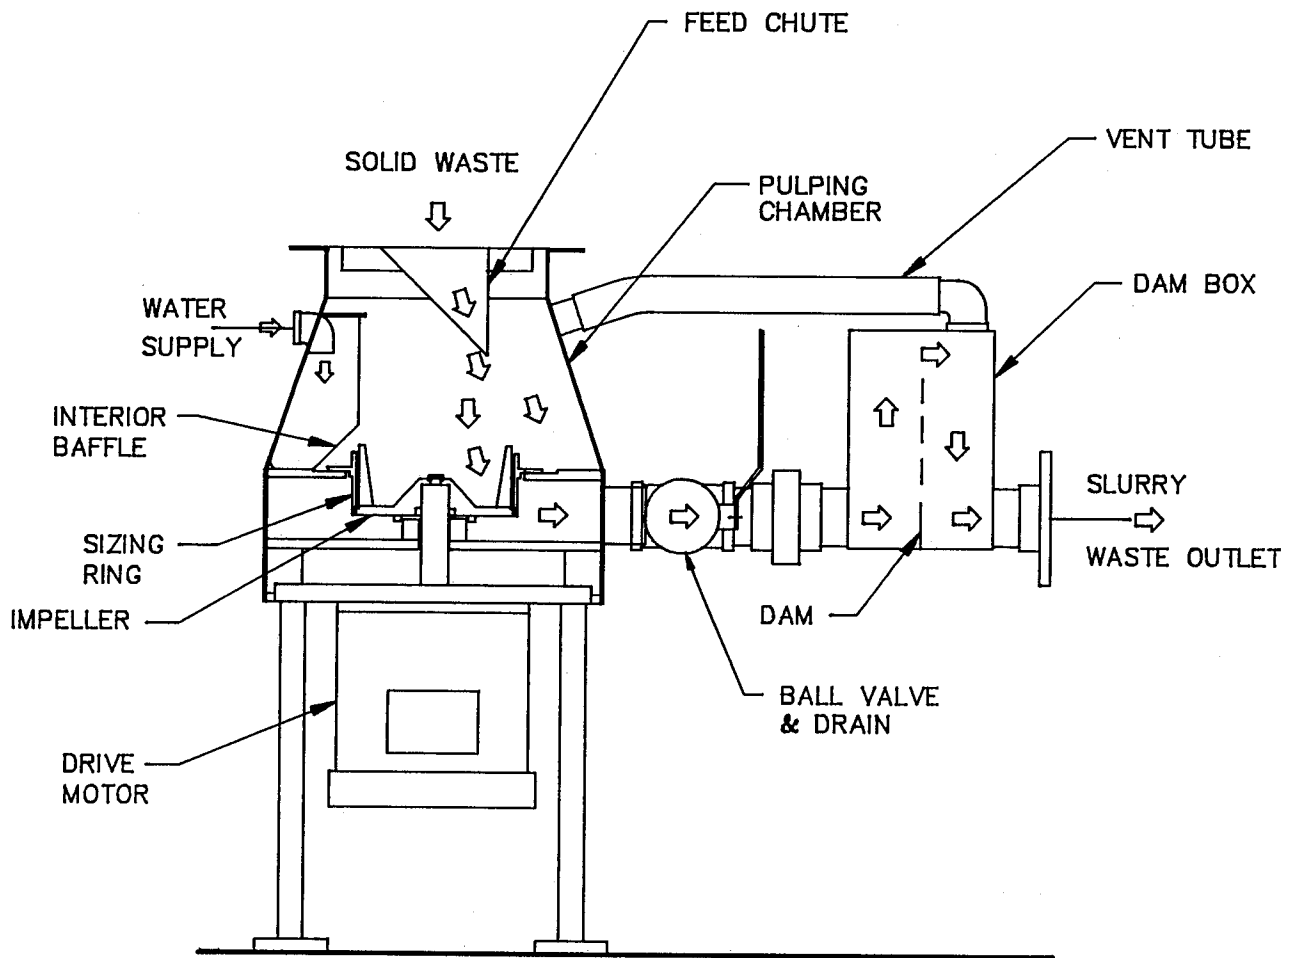

FIGURE 3-1
3.2 SYSTEM OPERATION (Refer to Fig. 3-1)